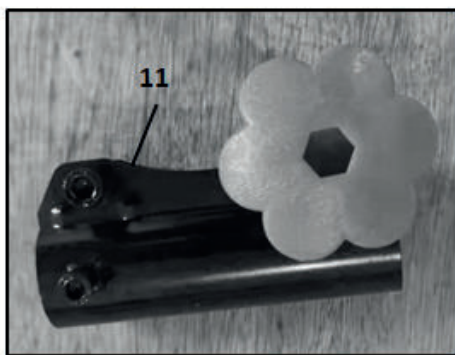
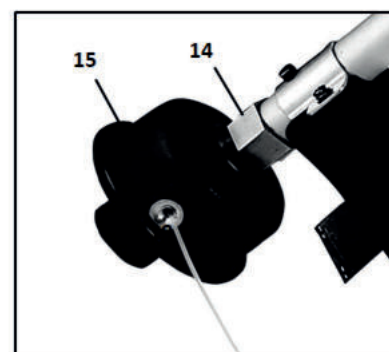

Рис.5
Рис.6
Рис.5а
• Установите соединительную муфту (11) на верхнюю штангу (12) и зафиксируйте винты крепления используя шестигранный ключ входящий в комплект изделия. (Рис.5,5а)
• Вставьте четырёхгранник гибкого вала в посадочное отверстие муфты (Рис.5а).
• Нажмите фиксирующую кнопку на нижней штанге (13) и удерживайте её в нажатом положении.
• Удерживая одной рукой гаечным ключом муфту (14) блокирующую вал, другой рукой отверните по часовой стрелке триммерную катушку (15) (Рис.6).
• Снимите триммерную катушку (15) в сборе со шпинделя.
• Установку триммерной катушки (15) произведите в обратной последовательности.